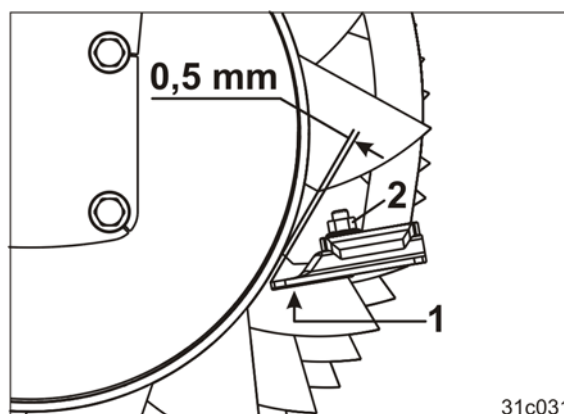

Рис. 124
4. Открутите винт (Рис. 124/2).
5. Привинтите чистик (Рис. 124/1) на расстоянии 0,5 мм от трубы катка.